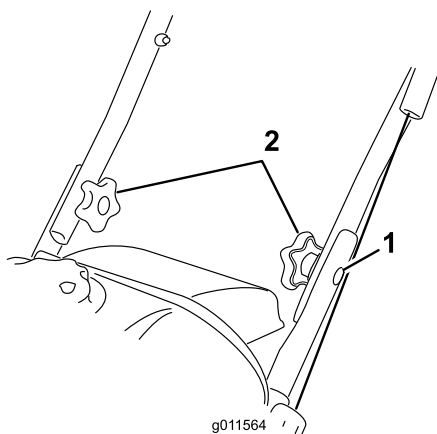

Figure 3
2. Insérez les boulons à tête ovale dans les trous alignés, les têtes des boulons se trouvant à l'extérieur du guidon (Figure 3).
1. Boulon à tête ovale (2)
3. Placez les rondelles bombées et les boutons sur les boulons à tête ovale à l'intérieur du guidon (Figure 3) et **serrez solidement les boutons**.